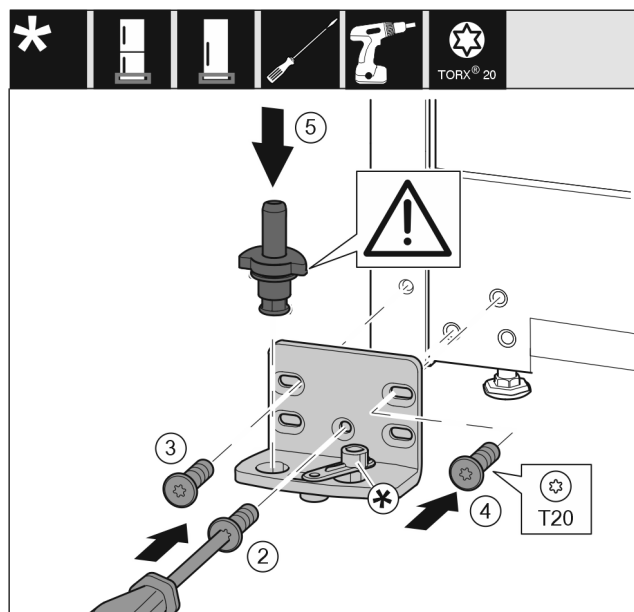

Fig. 16
- Coloque el soporte de cojinete en el otro lado y atorníllelo con la ayuda de un destornillador T20. Comience por el tornillo 2 en la parte inferior central. Fig. 16 (2)
- Atornille los tornillos 3 y 4. Fig. 16 (3,4)
- Coloque el perno de cojinete completo. Preste atención a que el saliente de retención esté orientado hacia atrás. Fig. 16 (5)